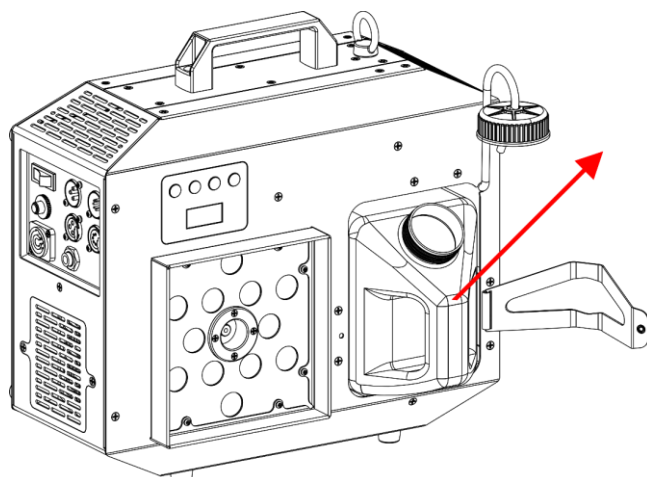

Fig. 09
- 04) Retirez le **réservoir de liquide (02)**, comme indiqué sur la Fig. 09.